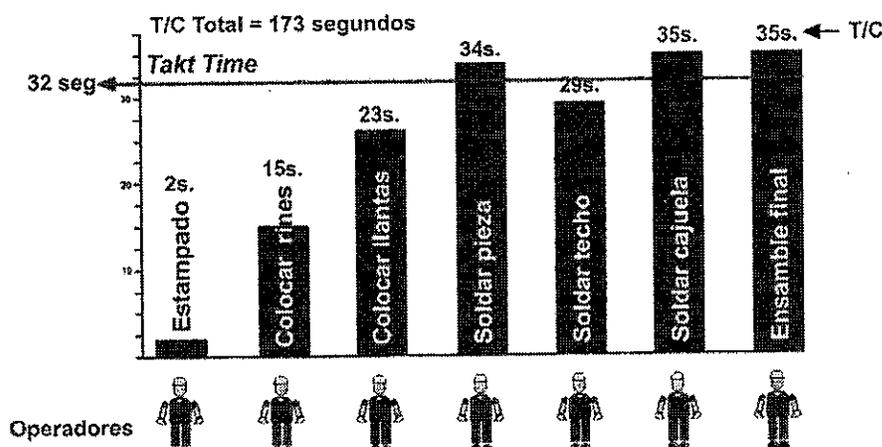

FIGURA 6.6. Gráfica del balanceo de operadores. Estado actual (Rother y Shook, 1999).
2. Crear una gráfica de barra que dé una mejor representación de las condiciones (Figura 6.6). La gráfica del estado actual muestra claramente que varias barras sobrepasan el valor del *takt time*, y además, existe un desbalanceo entre las operaciones.